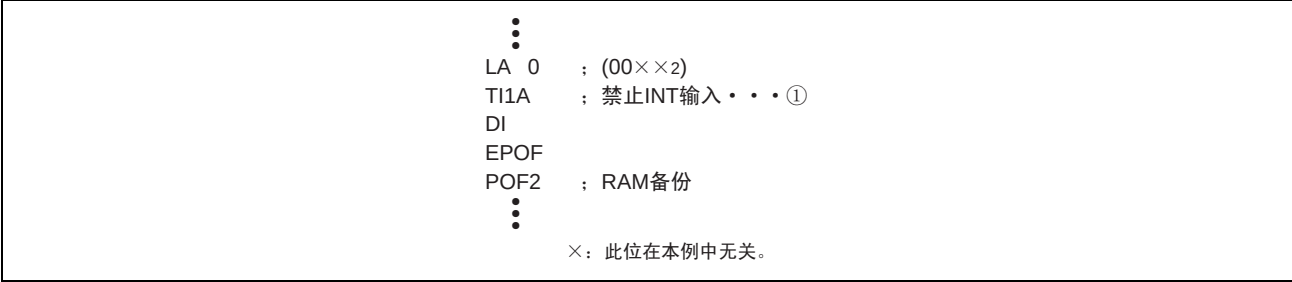

图 DD-7 外部 0 中断程序例子 2
②有关寄存器I1的位3的注意2
- 在不使用INT管脚的键唤醒时（寄存器K20=“0”），必须在转移到RAM备份模式前清除寄存器I1的位2和位3（图DD-7①）。